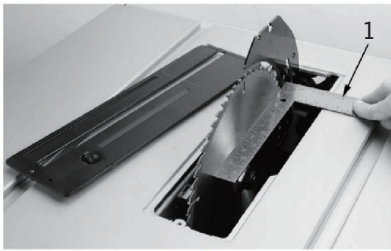
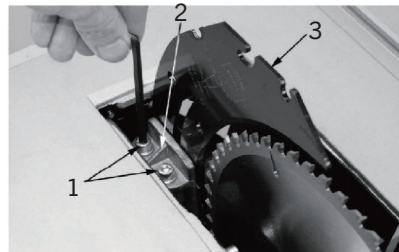

FIG. 7
FIG. 8
- À l'aide d'une règle (1) (Fig. 7), vérifiez que le couteau diviseur (3) (Fig. 8) est aligné avec la lame, comme illustré.
- Si un réglage est nécessaire, serrez les deux vis à tête cylindrique (1) (Fig. 8) qui maintiennent la plaque à gorge (2) à l'aide de la clé Allen de 5 mm (fournie). Ajustez la position du couteau diviseur (3) vers la droite ou la gauche jusqu'à ce qu'il soit parfaitement aligné avec la lame. Serrez les vis à tête cylindrique.